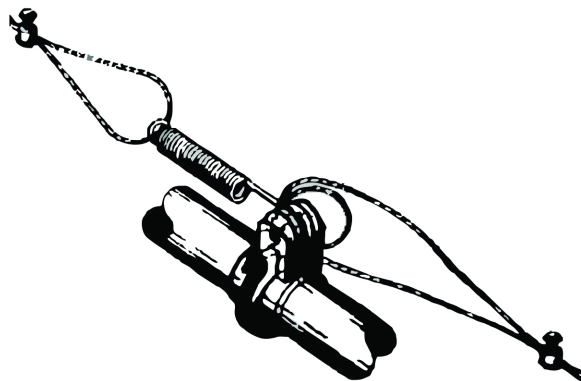

Figura 39. Conexión de cable antiperchero de mitad de línea
4. Enganche un resorte en la ranura central en el segundo soporte antiperchero y corte el cable en este punto. (**Ver la Figura 39.**)
5. Enhebrar los extremos del cable por el extremo del resorte. Tensar el cable para que quede un estiramiento de 3/4" a 1" [20 a 25 mm] en el resorte. Fije con abrazadera el cable para formar un lazo y corte el sobrante. (**Ver la Figura 39.**)
6. Fijar el cable al aislador. Para obtener mejores resultados, hacer un lazo doble alrededor del aislador antiperchero en la ranura central del aislador y sujetarlo con una abrazadera de cable de 1/16", como se muestra en la **Figura 39.**